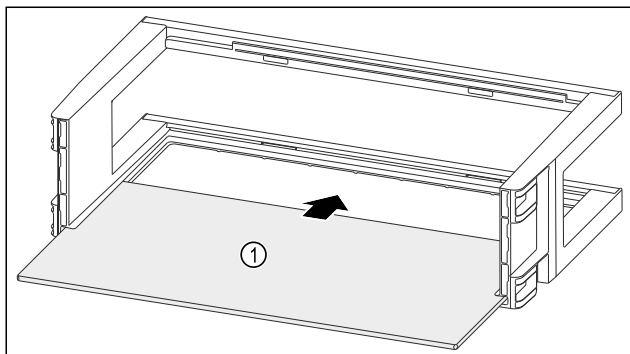

Fig. 124
- Insérer la tablette de rangement Fig. 124 (1) dans les évidements latéraux.